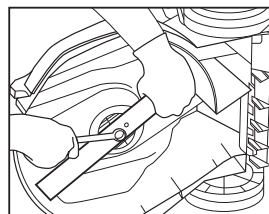

рис. 13
3. Удерживая нож, с помощью гаечного ключа отсоедините болт крепления ножа и снимите шайбу (рис. 13).